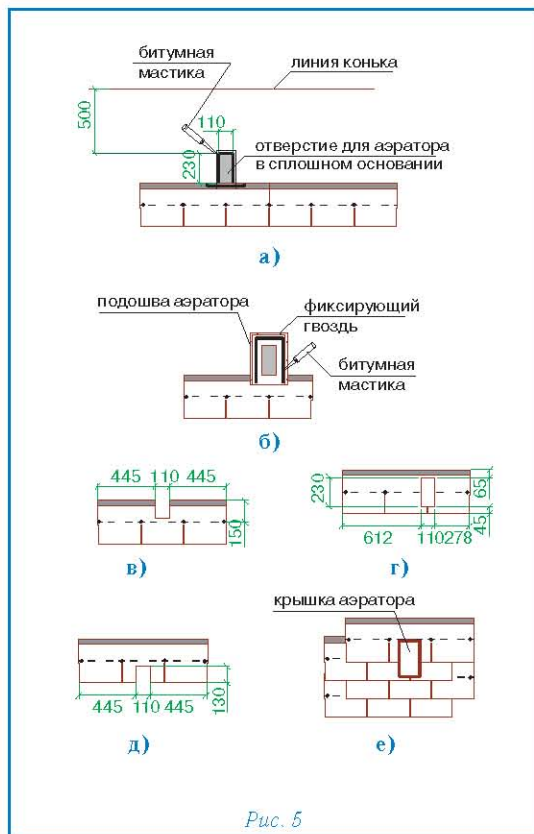

Рис. 5
### Установка аэратора (рис. 5)
- В сплошном основании кровли прорезается отверстие 11 x 23 см, расположенное согласно рис. 5а;
- корпус аэратора устанавливается поверх отверстия и фиксируется гвоздями из нержавеющей стали; по верхней и боковым сторонам подошвы корпуса также наносится битумная мастика (рис. 5б);
- при укладке последующих трех рядов черепицы подошва аэратора закрывается листами ПРЕСТИЖ ЭЛИТ с соответствующими прорезями (рис. 5е);
- на корпус аэратора устанавливается крышка, которая фиксируется нажатием (до щелчка) (рис. 5е).